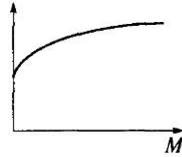

Рис. 2
**7. На рис. 2 показана механическая характеристика двигателя постоянного тока.**